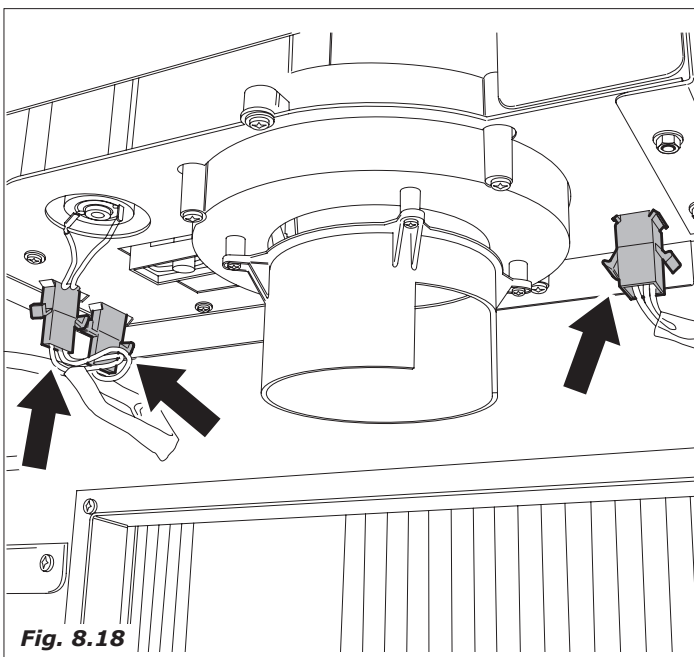

Fig. 8.18
- Desligar os três conetôres elétricos (Fig. 8.18)